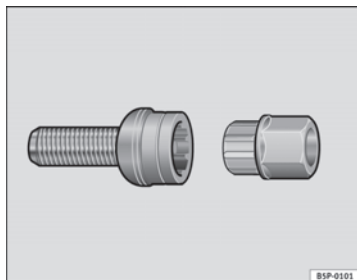

Fig. 160 Boulons de roue antivol
- Introduisez l'adaptateur au maximum dans le boulon antivol de la roue ⇒ fig. 160.